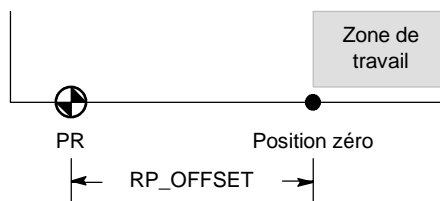

Figure 9-15 Relation entre le point de référence et la position zéro
- L'assistant de commande de positionnement fournit des options de point de référence évoluées qui vous permettent d'indiquer un décalage du point de référence (RP_OFFSET), qui est la distance du point de référence à la position zéro (voir figure 9-15).